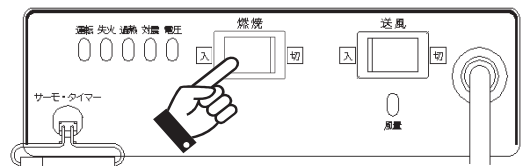

図4-1 点火操作
1. 燃焼スイッチを「入」にしてください（図4-1参照）。運転ランプが点灯し、約5秒後に着火します。